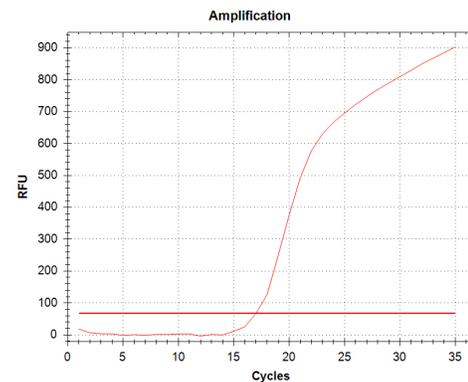

Figura 1c. Ejemplo de parcela de amplificación de SENTI-GENE Pluri CoV-2-FLU-RSV Positive Control (PC): Objetivo RSV A&B
- 16 ± 3 para la señal Texas Red/ROX (figura 1c);